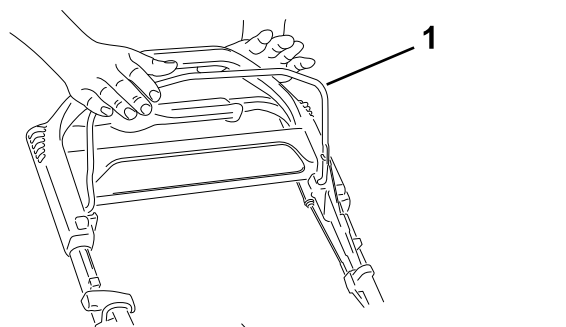

Bild 11
1. Halten Sie den Schaltbügel (Bild 11) gegen den Griff gedrückt.